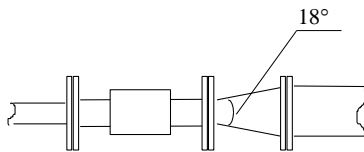

Рисунок 3
- внутренний диаметр прямолинейных участков трубопровода должен быть равен  $D_u$  ППР с отклонением не более  $\pm 2\%$ ; если отклонение диаметра трубопровода от  $D_u$  ППР более  $\pm 2\%$ , то сочленение ППР с трубопроводом следует выполнять посредством конических патрубков конусностью не более  $18^\circ$  (см. рисунок 3) или посредством концентрических переходов по ГОСТ 17378;